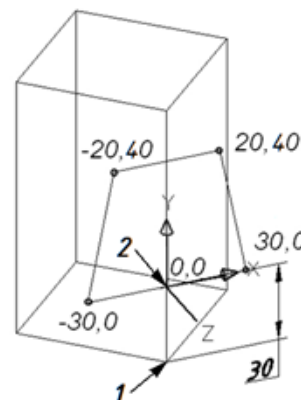

Рис.18
- 1) выполнить привязку ПСК кнопкой «Начало»  к передней вершине нижнего основания - точка 1 (рис. 18);
- 3) выполнить поворот ПСК вокруг оси X кнопкой «X»  на 90 градусов – ПСК примет положение точки 2 с координатой 0,0 (рис. 18);
- 4) рассчитать абсолютные координаты точек выреза по варианту согласно форме отверстия относительно точки 0,0 (начертить на бумаге форму выреза с координатами вершин) – рис. 18;